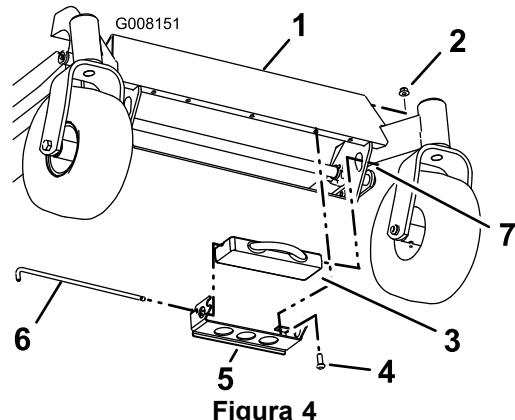

Figura 4
1. Acople el conjunto del peso delantero al reposapiés del panel frontal con dos tornillos de cabeza de botón hexagonal (3/8 x 1 pulgada) y dos contratuercas (3/8 pulgada), según se muestra en Figura 4.
2. Inserte el peso en el conjunto de soporte del peso (Figura 4).
3. La varilla de bloqueo (Figura 4) tiene una chaveta en un extremo. Deslice la varilla de bloqueo a través del conjunto de soporte del peso, la muesca del peso y el orificio ovalado en el soporte de bastidor.